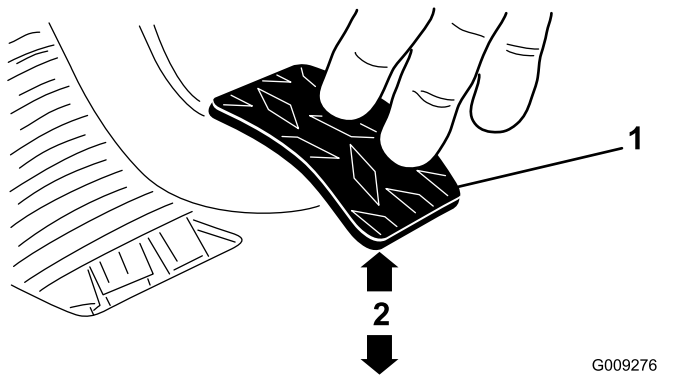

Bild 69
3. Stellen Sie die Klemmmutter oder das Kugelgelenk ein, bis sich die untere hintere Kante des Kupplungspedals $9,5 \text{ cm} \pm 3 \text{ cm}$ von der Oberseite des Bodenplattensternmusters befindet, wenn Sie eine Kraft von 1,8 kg auf das Pedal aufbringen (Bild 69).